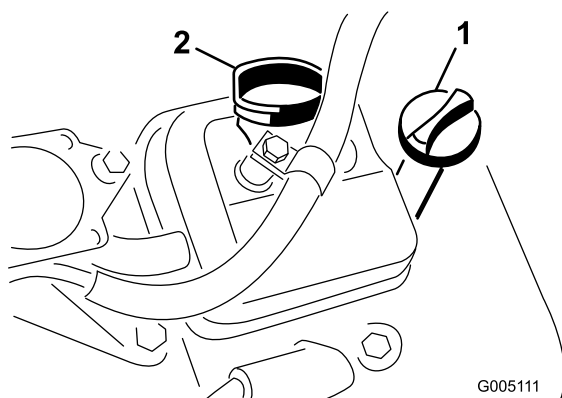

Figura 25
2. Desaparafuse a vareta e limpe-a com um pano limpo. Aparafuse a vareta no tubo e certifique-se de que se encontra completamente introduzida (Figura 25).